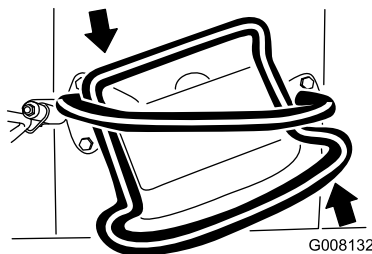

Bild 11
- Drehen Sie den Fahrantriebshebel nach links, um nach links zu fahren (**Bild 11**).